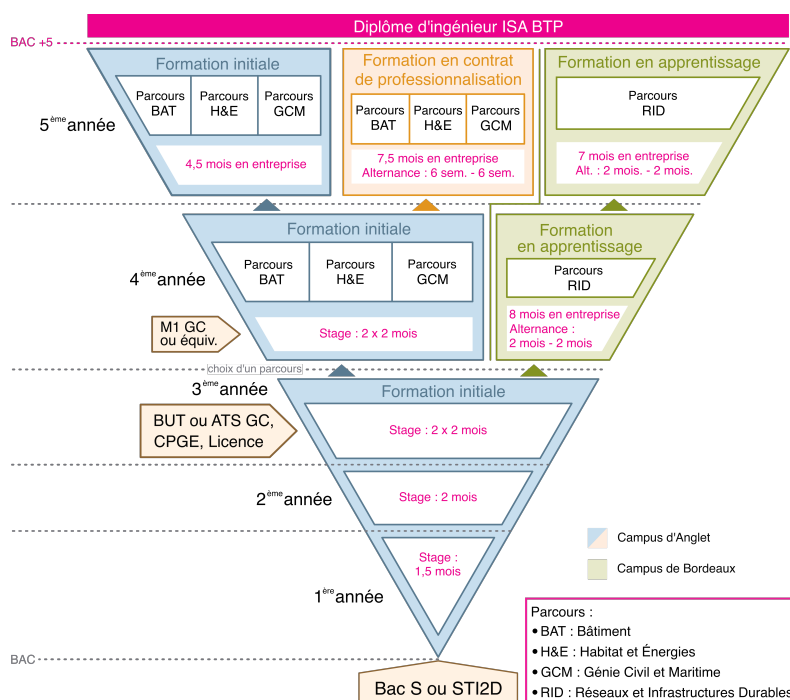

FIGURE 2 – Les périodes en entreprise selon les statuts
- 7 stages sont répartis tout au long de la scolarité, représentant 17 à 19 mois passés en entreprise pour les élèves-ingénieurs des parcours Bâtiment, Habitat & Énergie et Génie Civil et Maritime avec la possibilité de passer la dernière année en contrat de professionnalisation (en orange sur la figure 2),
- 4 stages sur les 3 premières années puis un statut d'apprenti sur les 2 dernières années pour les parcours Réseaux et Infrastructures Durables à Bordeaux (en vert sur la figure 2) ;
La figure 2 schématise l'augmentation graduelle des périodes d'immersion en entreprise. Le graphique dans le paragraphe p. 15 schématise les durées en entreprise et à l'école selon les années et les statuts.